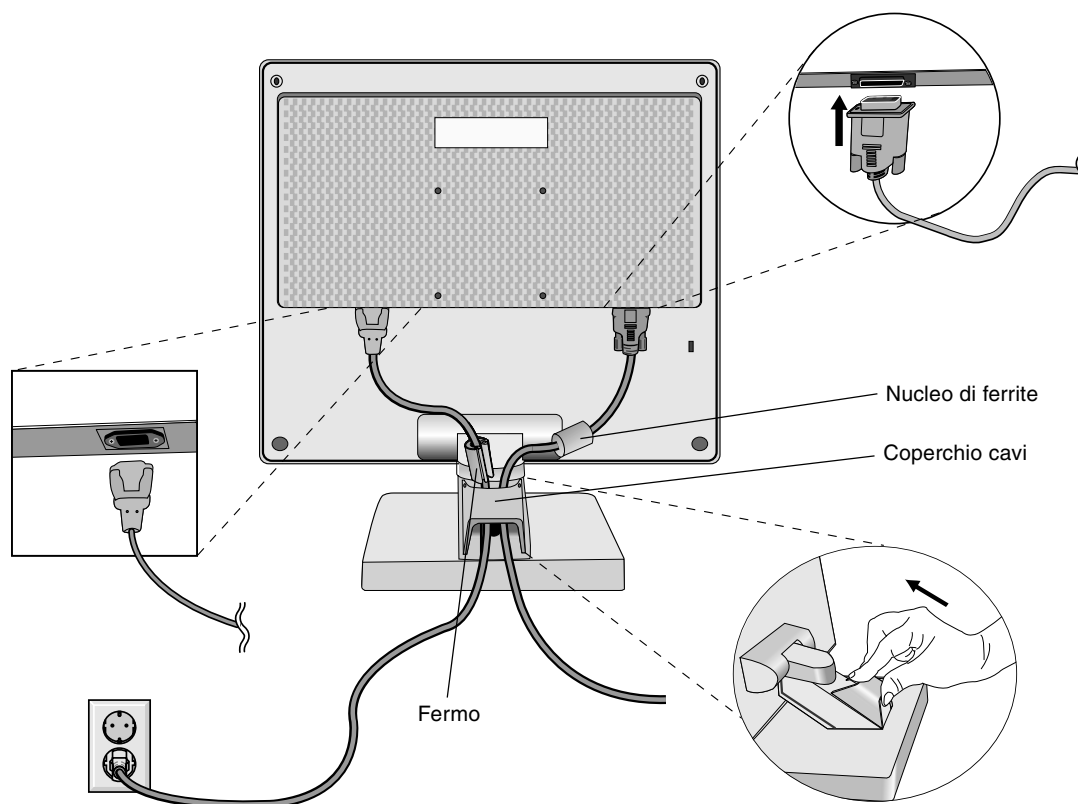

Figura C.1
4. Collegare il mini D-SUB a 15 pin del cavo segnali video all'appropriato connettore sul retro del monitor (**Figura C.1**).
5. Collegare un'estremità del cavo di alimentazione al monitor LCD1701 e l'altra estremità alla presa di alimentazione. Mettere il cavo segnali video e il cavo di alimentazione c.a. sotto la copertura cavi (**Figura C.1**). Sostituire la copertura cavi.
NOTA: Regolare la posizione del cavo sotto la copertura cavi per evitare di danneggiare il cavo o il monitor. Come si vede dalla **figura C.1**, posizionare i cavi in modo da collocare il nucleo di ferrite e il fermo sopra la copertura del cavo.